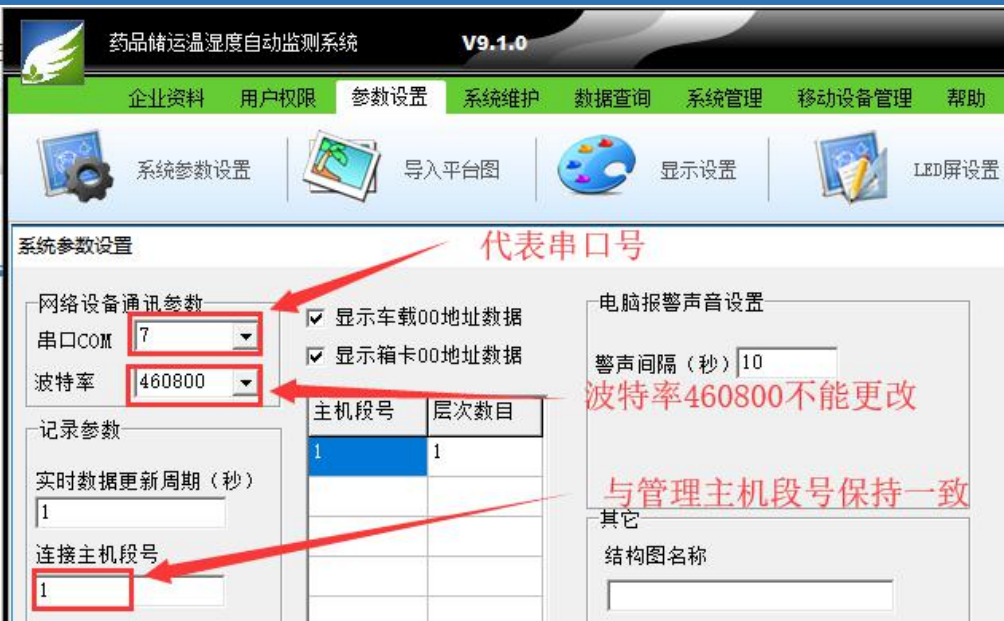
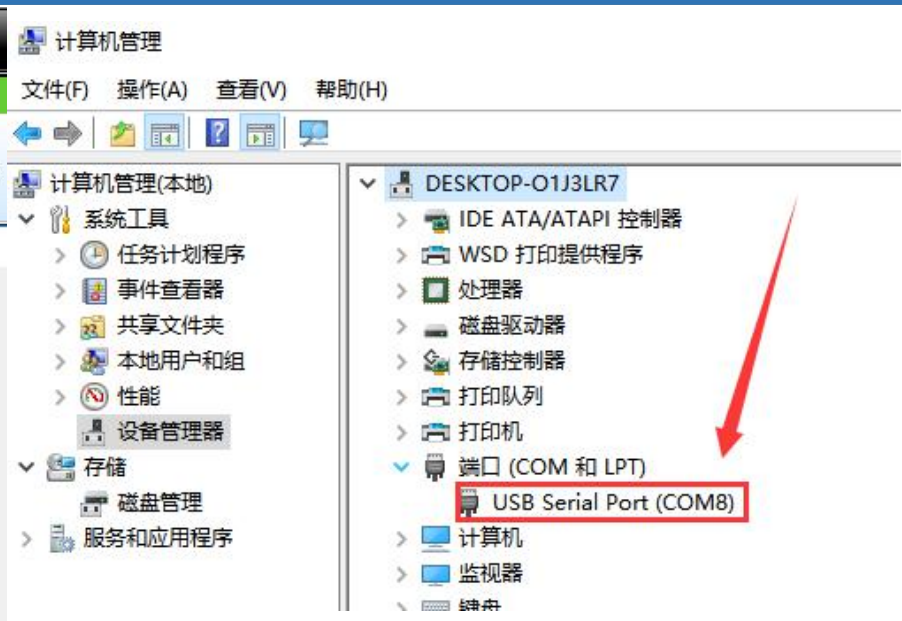

图3.5
图3.6
- ②检查电脑设备管理器的串口号与软件是否一致，不一致时需要将软件上的串口号改为电脑设备管理器中的串口号；软件端见图3.5；电脑设备管理器参数见图3.6